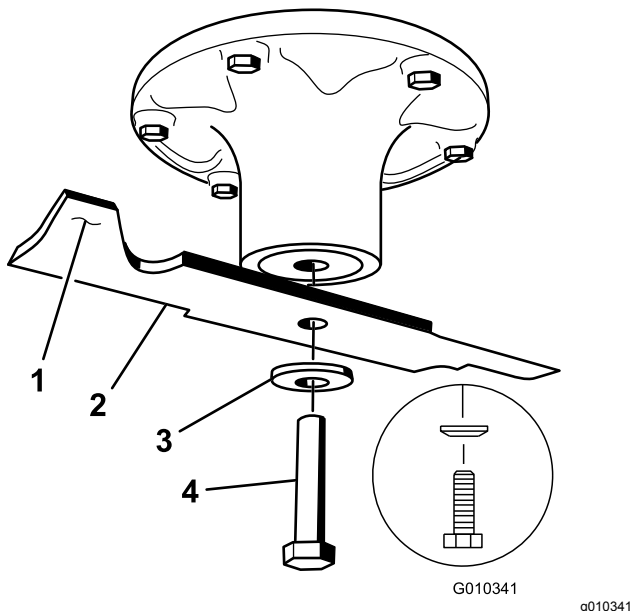
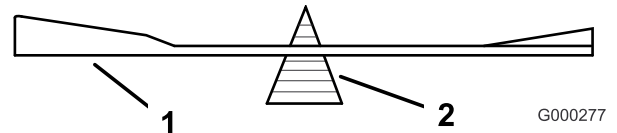

Bild 67
Bild 69
Halten Sie das Ende des Messers mit einem stark wattierten Handschuh oder wickeln Sie einen Lappen um es herum. Entfernen Sie die Messerschraube, Wellenscheibe und das Messer von der Spindelwelle (Bild 67).
2. Überprüfen Sie die Auswuchtung des Schnittmessers auf einer Ausgleichsmaschine (Bild 69). Wenn das Schnittmesser in seiner horizontalen Position bleibt, ist es ausgewuchtet und kann wiederverwendet werden. Feilen Sie, wenn das Schnittmesser nicht ausgewuchtet ist, vom Flügelbereich des Messers etwas Metall ab (Bild 67). Wiederholen Sie diesen Vorgang, bis das Messer ausgewuchtet ist.
1. Setzen Sie das Messer auf die Spindelwelle (Bild 67).
2. Setzen Sie die Federscheibe und die Messerschraube ein. Der Konus der Federscheibe muss bei der Installation in Richtung Schraubenkopf zeigen (Bild 67). Ziehen Sie die Messerschraube mit 135-150 N·m an.